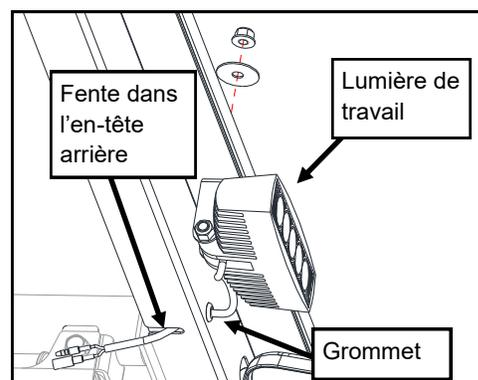

Fig. 1.2
1.2. Fixer avec la laveuse en acier et la noix de serrure au-dessus de la canopée. (Voir la figure 1.2)